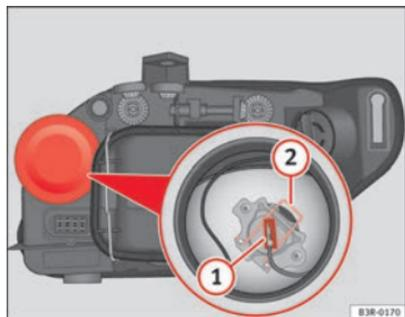

Fig. 193 Abbaglianti
- Estrarre il connettore ⇒ fig. 193 (1) della lampada.
- Premere la molla ⇒ fig. 193 (2) verso l'interno e verso destra.